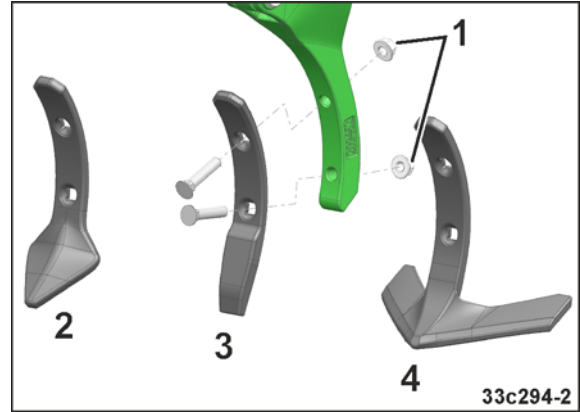

Fig. 167
1. Soltar las tuercas de fijación (Fig. 167/1).
3. Apretar las tuercas de fijación (Fig. 167/1).
Reja de aleta (Fig. 167/4)	grande
Reja corazón (Fig. 167/2)	↓
Reja estrecha (Fig. 167/3)	pequeña